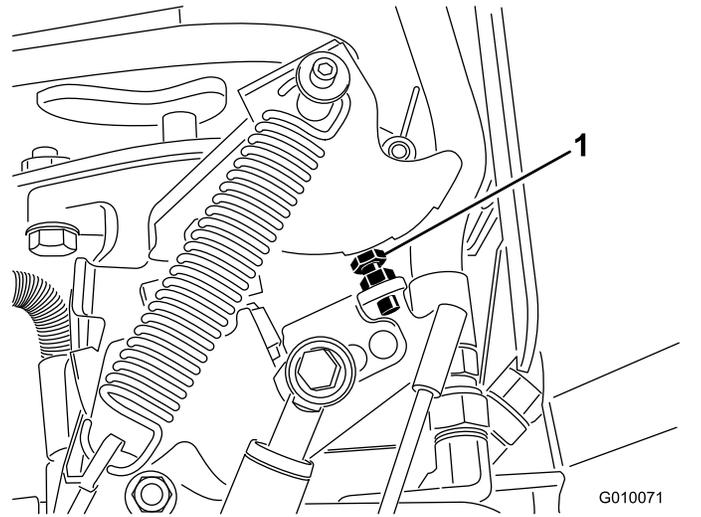

Bild 67
6. Wenn die Einstellung verstellt werden muss, drehen Sie die Pumpenanschlagschraube (Bild 67) mehr zur Anschlagplatte, um den Lochabstand zu verringern, oder drehen Sie die Anschlagsschraube von der Anschlagplatte weg, um den Lochabstand zu erhöhen.